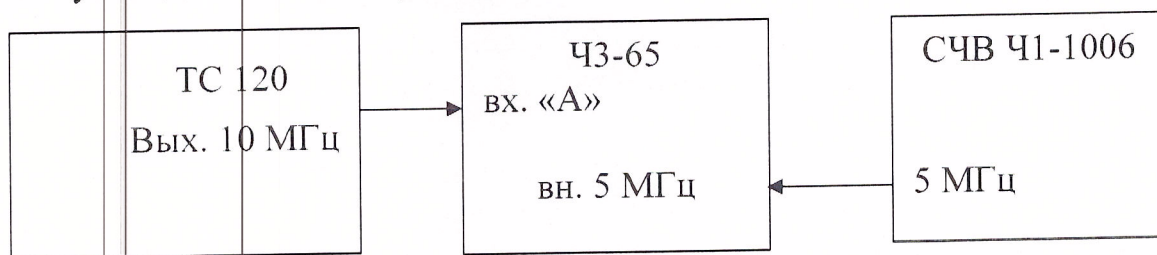

Рис. 7
8.3.5.1 Собрать схему согласно рис. 7.